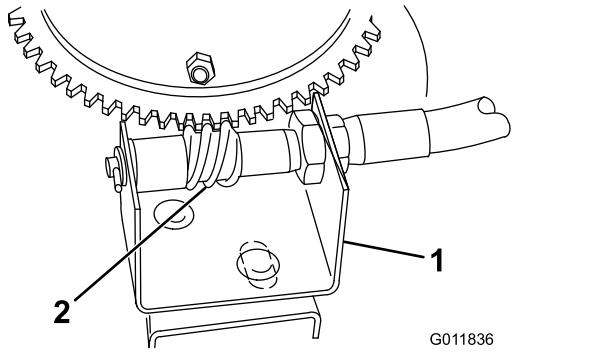

Figure 14
- Desserrez les vis de fixation (Figure 14) en poussant fermement la vis sans fin contre les dents de la couronne de retenue.